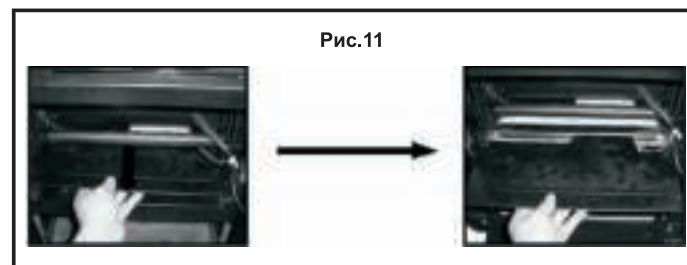

Рис.11
- удалите защитную крышку, закрывающую режущую головку (рис. 11).